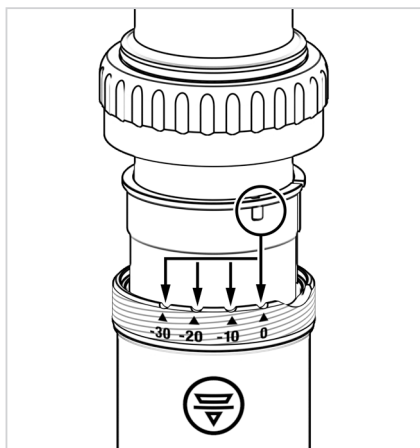

Figure 1
4. Repérez l'évidement au sommet des filets exposés et utilisez votre ongle pour pousser vers le haut la lèvre de la douille (Figure 1).